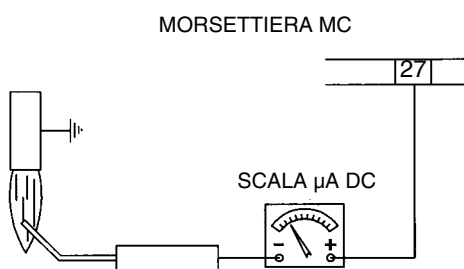
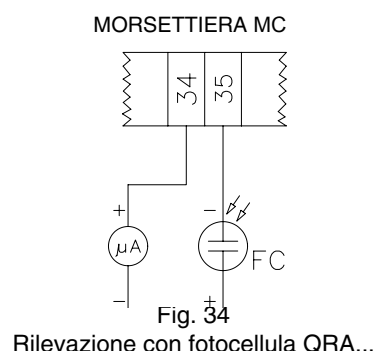

Fig. 33 - Rilevazione con elettrodo
Fig. 34 Rilevazione con fotocellula QRA...
- Esame e pulizia accurata della fotocellula UV rilevazione fiamma, se necessario sostituzione. In caso di dubbio verificare il circuito di rilevazione dopo aver rimesso in funzione il bruciatore, seguendo lo schema in Fig. 33-Fig. 34.
Per misurare il segnale di ionizzazione seguire lo schema in Fig. 33 o Fig. 34. Se il segnale non rientra nei valori indicati, verificare la posizione dell'elettrodo di ionizzazione o della fotocellula, i contatti elettrici ed eventualmente sostituire l'elettrodo o la fotocellula.